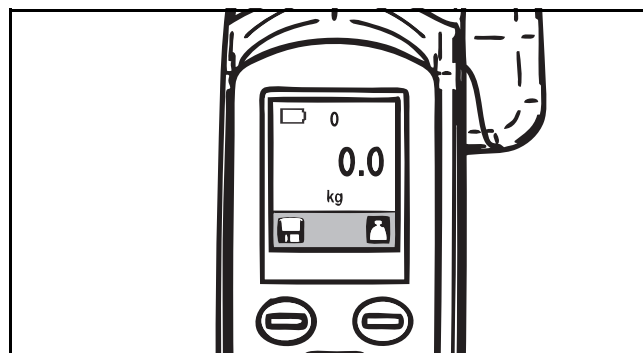

Fig. 61
- 2) Hvis seilet allerede er festet på løftebøylen ved oppstart, er MAXI MOVE automatisk nullstilt og det er tatt hensyn til seilet (se Fig. 61).